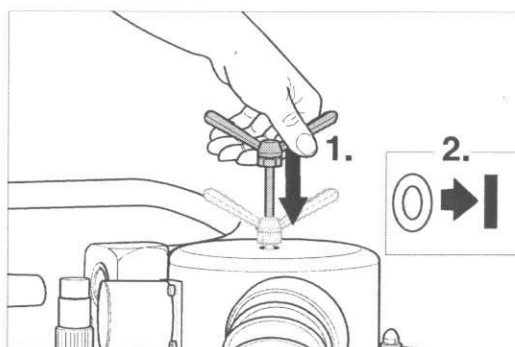

Fig. 23 Poussez la tige vibrante jusqu'à la butée dans l'unité de filtre (1.). Remettez ensuite la machine en marche (2.).
- 5 Veillez à ce que la tige vibrante soit enfoncée jusqu'à la butée dans l'unité du filtre à la fin du nettoyage (fig. 23). Dans le cas contraire, le filtre sera sollicité par un grand volume de poussière inutile et devra être nettoyé plus souvent.